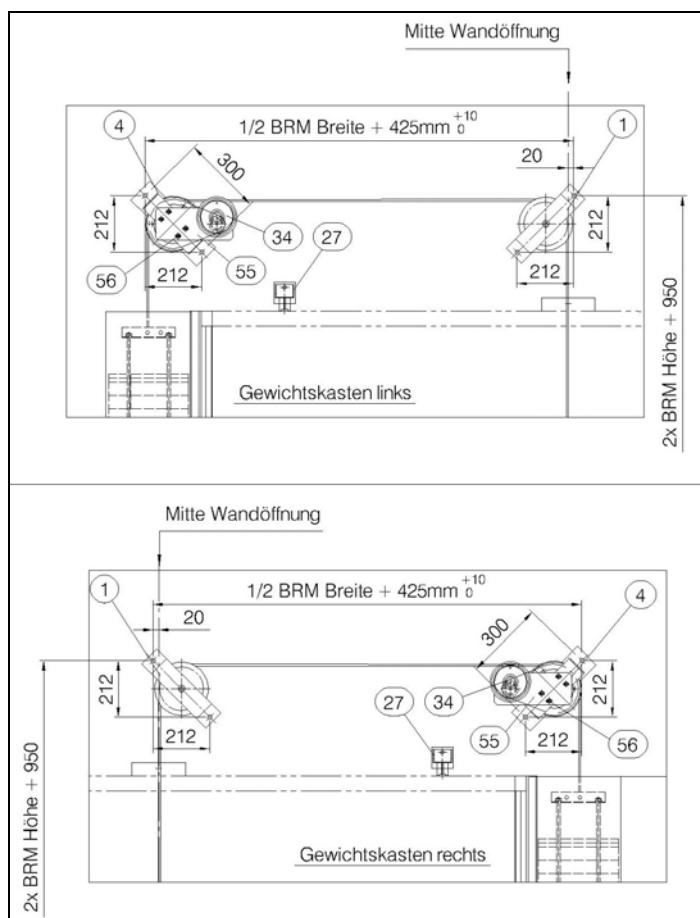
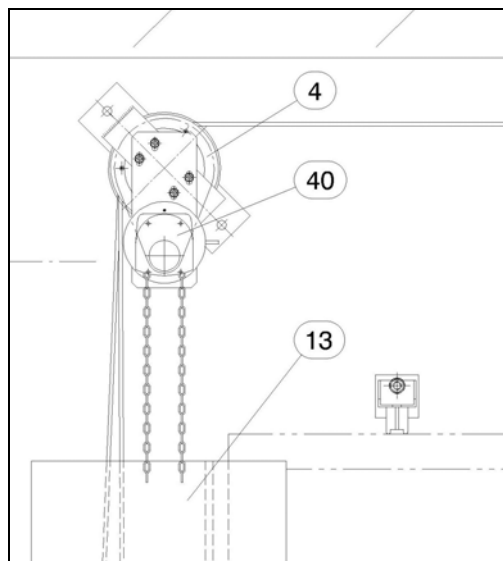

Abb.1
Abb.3
- Höhe der Seilrollen (1), (4) festlegen und markieren (Schlauch-/ Wasserwaage, Nivelliergerät).
- Mitte Wandöffnung ermitteln (Senklot) und Seilrolle (1) versetzt dazu (rechts oder links), siehe Abb.1, entsprechend der Gewichtskastenordnung, mittels Durchgangsbolzen M16 – 8.8 (3), unter 45°-Winkel befestigen. Seilrolle (1) dabei mit Distanzplatte (2) unterfüttern (Abb.1 u. 2). **Die Muttern der Durchgangsbolzen sind durch Kontermuttern oder mittels Schweißpunkt zu sichern.**
- Seilrolle (4) für Schließgeschwindigkeitsregler (34) (bzw. Kettenhaspelantrieb (40), E-Antrieb (37) oder Radialdämpfer (73)) im Abstand nach Abb.1 zur Seilrolle (1), (rechts oder links), entsprechend der Gewichtskastenordnung, mittels Durchgangsbolzen M16–8.8 (3) im 45°-Winkel befestigen (oberhalb Gewichtskasten). **Muttern gegen Lösen sichern.** Seilrolle (4) nicht unterfüttern.
- Bei linksseitiger Gewichtskastenordnung muss die Freilaufichtung des Schließgeschwindigkeitsreglers (34) bzw. der integrierten Schließgeschwindigkeitsregler des
- Schließgeschwindigkeitsregler (34) (bzw. Kettenhaspelantrieb (40) oder E-Antrieb (37)) mittels Flansch (55) und Sechskantschrauben M10x35 – 8.8 (56) an Seilrolle (4) gem. Abb.1, 2, 3 u. 4 montieren. Dabei die Muttern zunächst nur handfest anziehen. Bei Montage des Haspelkettenantriebs ist darauf zu achten, dass die Kette nicht vor der Öffnung hängt, Abb.3.
- Schließgeschwindigkeitsregler (34) (bzw. Kettenhaspelantrieb (40) oder E-Antrieb (37)) in den Langlöchern des Flansches (55) ganz zur Seilrolle (4) hin schieben (geringster Abstand), Abb.1 u. 3.
- Antriebskette auf Ritzel der Seilrolle (4) und des Schließgeschwindigkeitsreglers (bzw. Kettenhaspelantrieb oder E-Antrieb) auflegen.
- Spannen der Antriebskette durch Verschieben des Flansches (55) in den Langlöchern. Sechskantschrauben und Muttern (56) fest anziehen.
Endstopper (27) (Konsole mit Gummipuffer) oberhalb des geöffneten Tores gem. Abb.1 u. 2 mit Pos. 47, Schwerlastanker FAZ 16/25 (bei Beton) bzw. Kunststoffdübel $\varnothing 14 \times 140$ (bei Mauerwerk), befestigen.